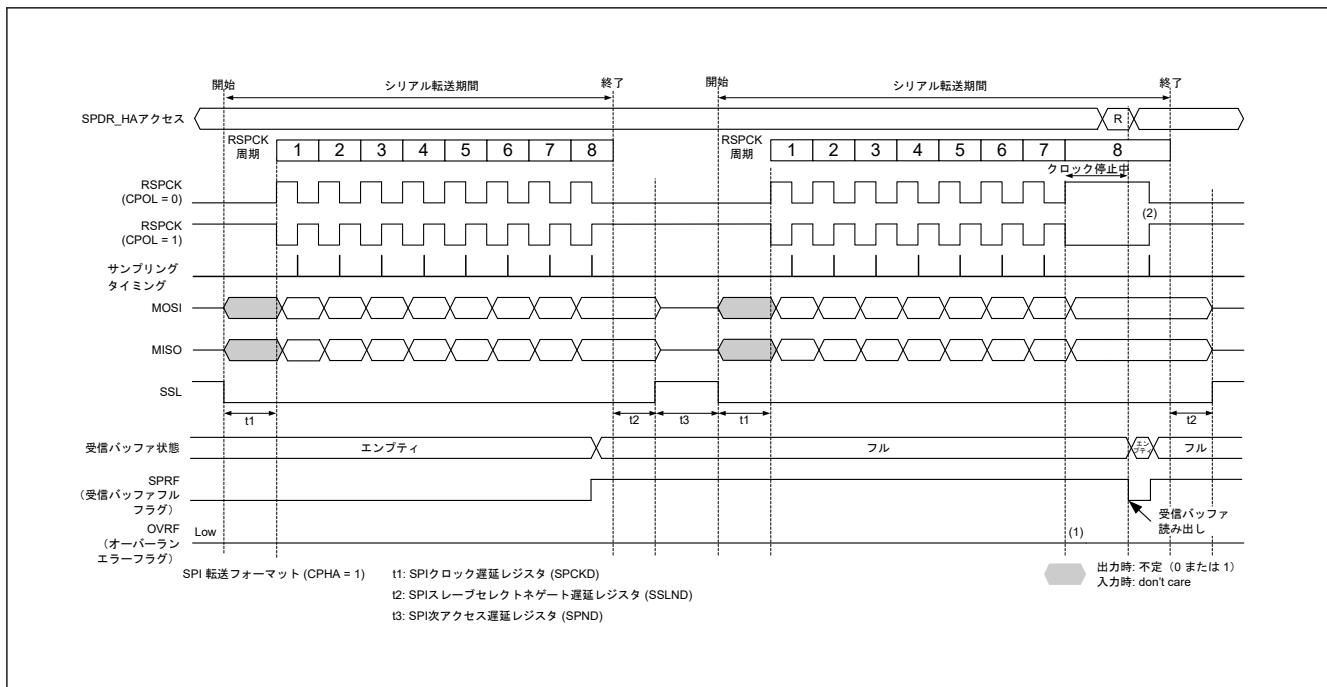
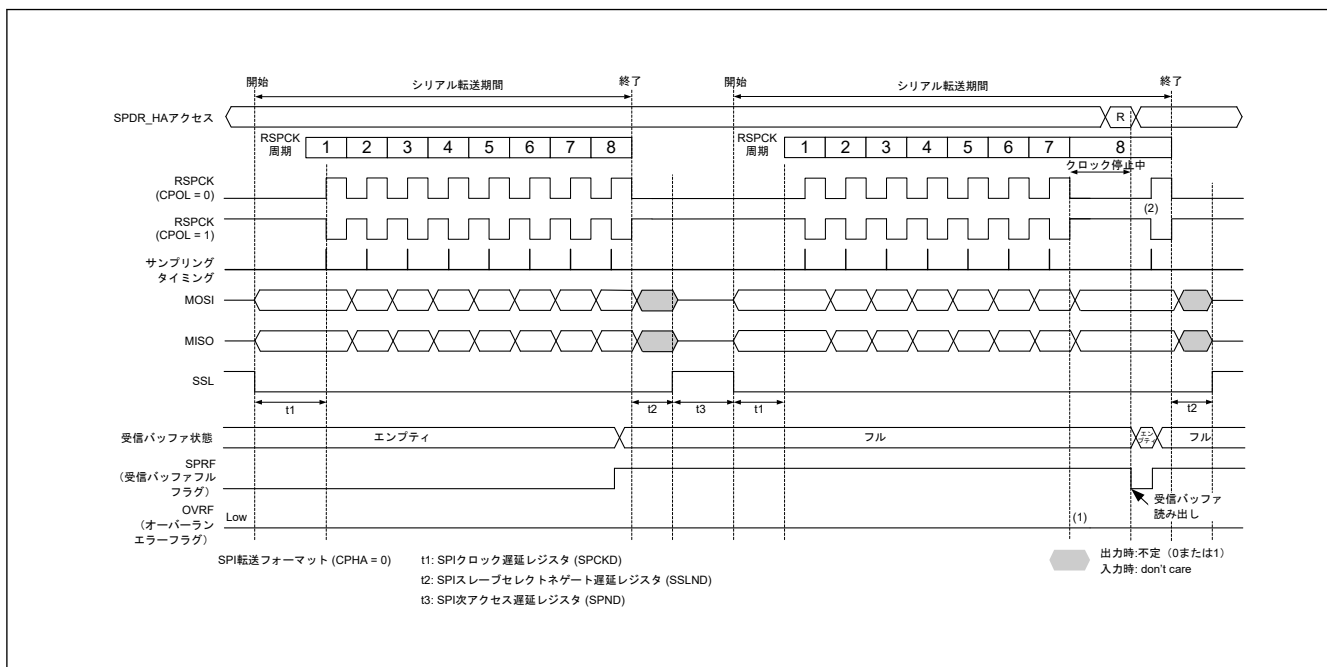

図 34.38 マスターモードの受信バッファフルの状態でのシリアル転送が継続するときのクロック停止波形 (CPHA = 1)
図 34.39 マスターモードの受信バッファフルの状態でのシリアル転送が継続するときのクロック停止波形 (CPHA = 0)
マスターモードで RSPCK 自動停止機能を有効 (SPCR2.SCKASE = 1) にした場合は、オーバーランエラーが発生しません。図 34.38 と図 34.39 に、マスターモード時の受信バッファフルの状態でのシリアル転送が継続するときのクロック停止波形を示します。
以下に、図 34.38 および図 34.39 の (1)、(2) に示したタイミングでのフラグ動作を説明します。